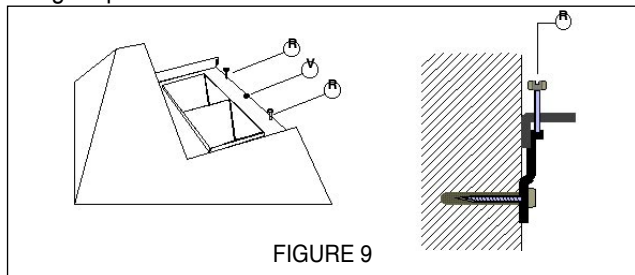

FIGURE 9
4. Faire tourner les vis (R de la FIGURE 9) jusqu'à ce que la moitié soit visible au-dessus de la plaque. suspendre la hotte à la fixation. À cause du poids de la hotte, deux personnes devraient la soulever afin d'éviter toute blessure. S'assurer que la hotte soit en place de façon sécuritaire sur les fixations.
5. La hauteur de la hotte peut être réglée en tournant les vis (R), tel qu'il est indiqué à la FIGURE 9. Elles servent également à s'assurer que la hotte est mise de niveau. Une fois la hauteur désirée obtenue et la hotte de niveau, insérer la vis permanente (U). Cette vis assure que la hotte ne se délogera pas de la fixation.